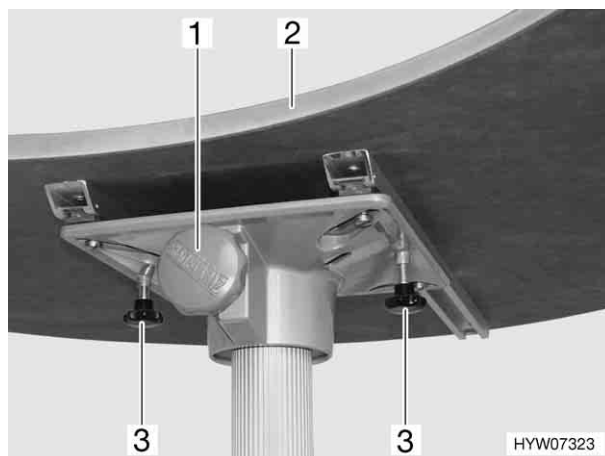

Fig. 24 Tavolo fisso, dinette a U
- Svitare la vite a testa cilindrica zigrinata (Fig. 24,1).
- Girare il piano del tavolo (Fig. 24,2) nella posizione desiderata.
- Svitare le viti a testa cilindrica zigrinata (Fig. 24,3).
- Girare il piano del tavolo (Fig. 24,2) e contemporaneamente spostarlo sulle guide nella posizione desiderata.